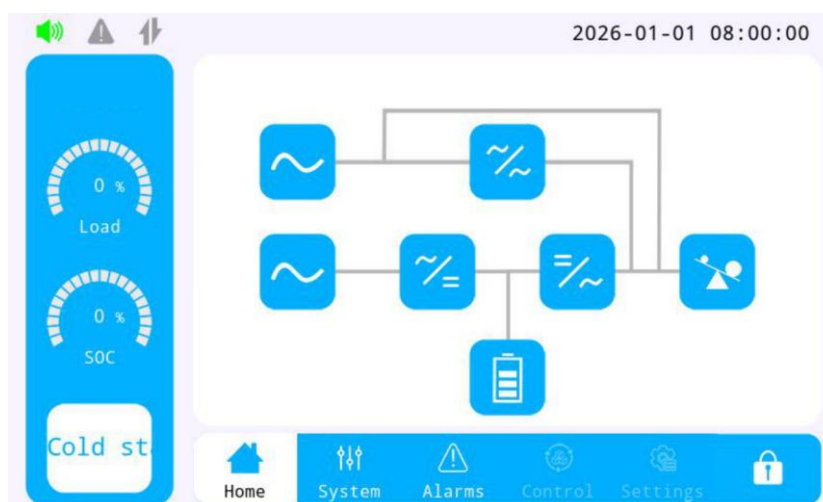

Figura 5-1 · Botão de partida a frio no LCD
3. Em seguida, pressione o botão de partida a frio no LCD, conforme a Figura 5-1. O nobreak liga e passa ao modo bateria em 30 s.